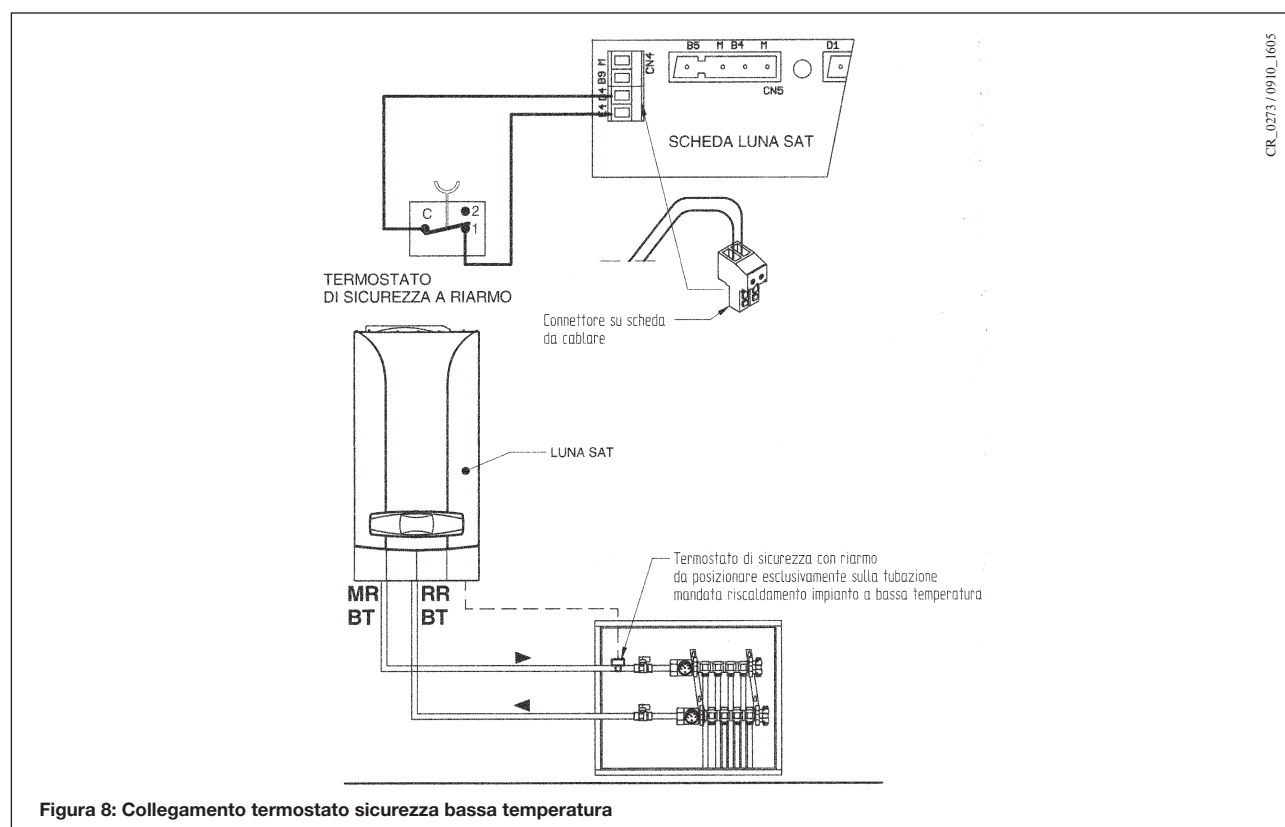

Figura 8: Collegamento termostato sicurezza bassa temperatura
- Togliere il ponticello presente sui morsetti (CN4: E4 - D4) della scheda elettronica (si veda schema elettrico del § 10 e Figura 8).